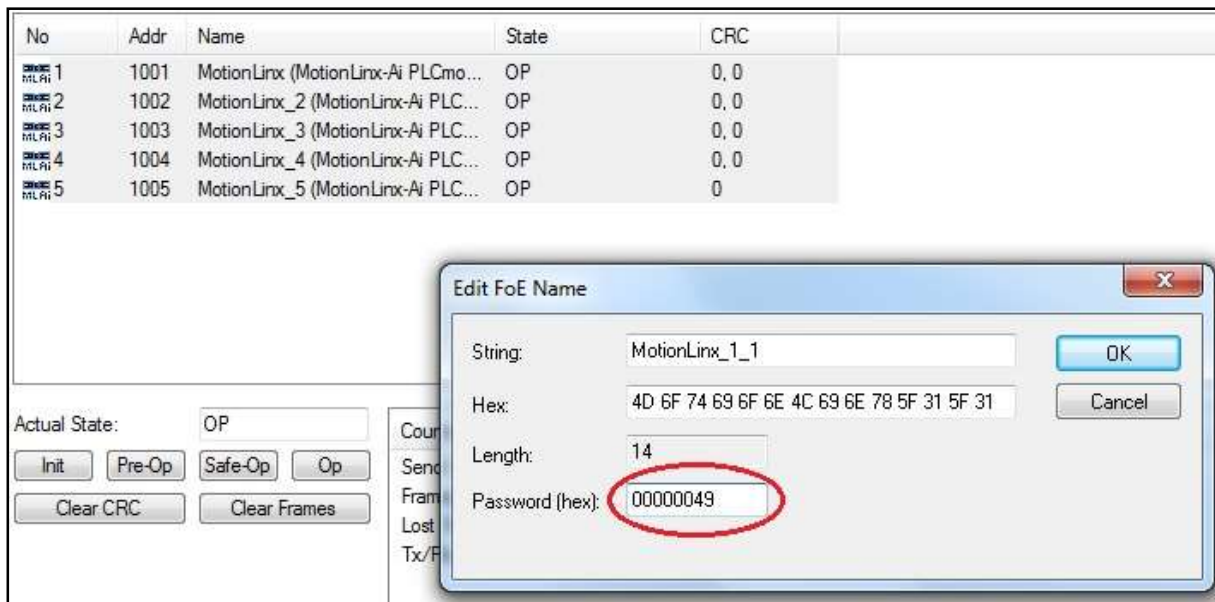

ABBILDUNG 20 - FIRMWARE UPGRADE BEISPIEL MIT PASSWORT
Wenn Sie „Firmware Upgrade“ auswählen, öffnet sich ein Browserfenster. Navigieren Sie zu dem Ort, an dem Sie die heruntergeladene Datei abgelegt haben, und wählen Sie diese aus. Bitte beachten Sie, dass Sie ein Passwort (49) eingeben müssen, um die Aktualisierung fertigzustellen, wie in Abbildung 20 dargestellt.